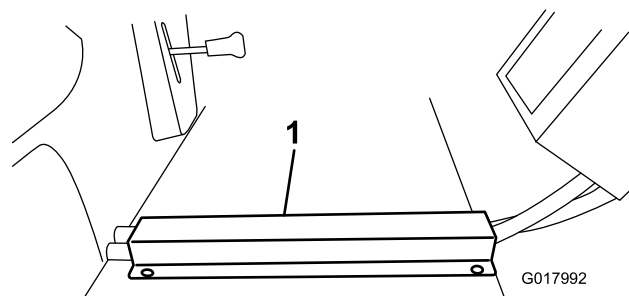

Figura 36
3. Coloque o canal do tubo por cima dos tubos no piso e alinhe a extremidade da frente com a extremidade da frente do piso. Marque e faça furos no piso e instale os parafusos autorroscantes (Figura 36).